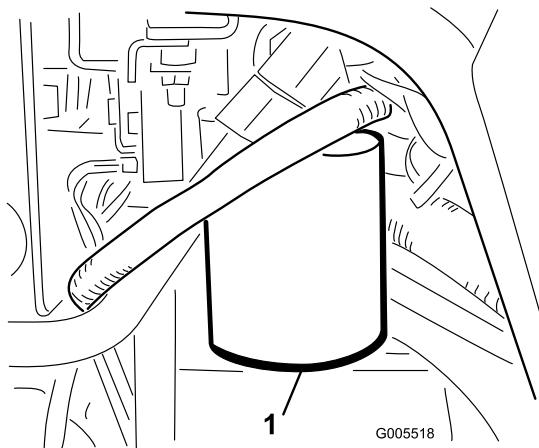

Bild 56
1. Reinigen Sie den Anbaubereich des Filters (Bild 56). Stellen Sie ein Auffanggefäß unter den Filter und entfernen den Filter.